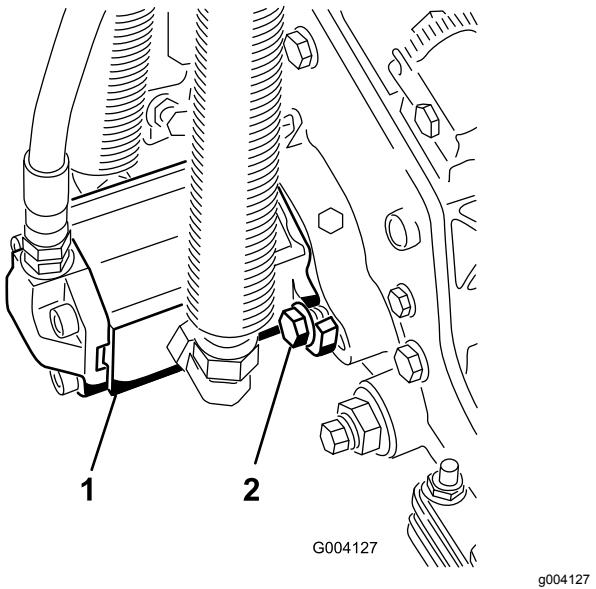

Figura 14
11. Instale el motor girándolo en sentido horario de modo que las bridas del motor no choquen con los tornillos de caperuza (Figura 14).